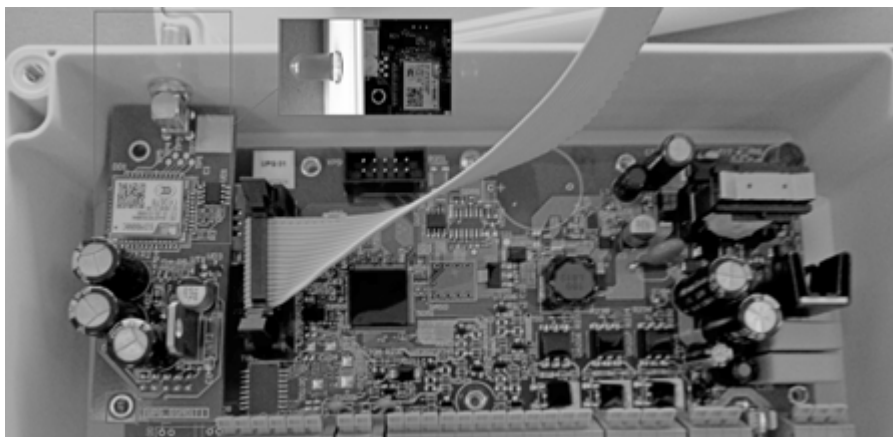

Рис. 8. Установка GSM-модуля (вид сверху)
5. Установить GSM-модуль в соответствующий разъем (рисунок 8, вид Б) и прикрутить модуль к стойке винтом.